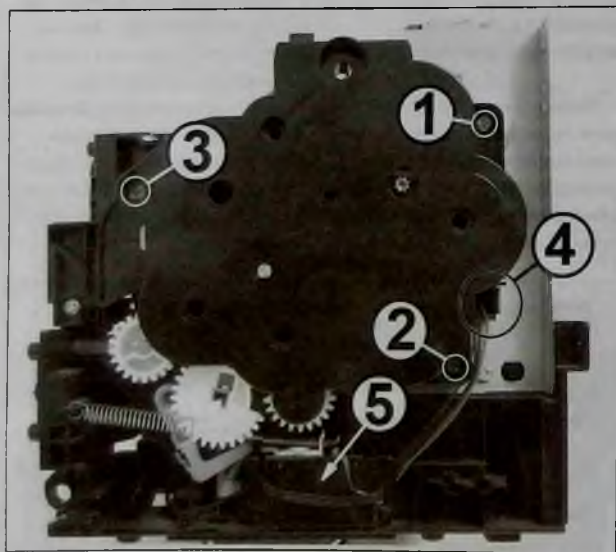

Рис. 14
Располагают принтер редуктором к себе. Откручивают два винта (1 и 2 на рис. 14) и само-
да подачи и датчика регистрации бумаги от платы коммутации и вынимают их (1 на рис. 15) из пазов прокладки (2) на пластмассовом канале, установленном на кронштейне крепления двигателя привода редуктора. Далее вынимают жгуты из отверстия (4 на рис. 14) пластмассового канала и пазов прокладки на защитной крышке (5) соленоида подачи.